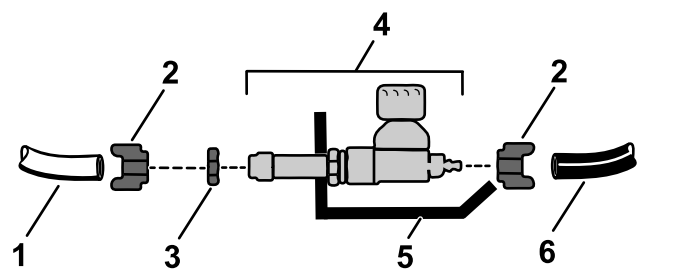

Figure 10
1. Desserrez et retirez les écrous à compression sur le corps du régulateur (Figure 10).
2. Desserrez et retirez l'écrou de blocage du régulateur (Figure 10).
3. Fixez le régulateur sur son support à l'aide de l'écrou de blocage que vous avez retiré précédemment (Figure 10).
4. Insérez le tube bleu et le tube blanc dans l'écrou à compression (Figure 10).
5. Fixez les tubes bleu et blanc en vissant l'écrou à compression sur le régulateur (Figure 10).